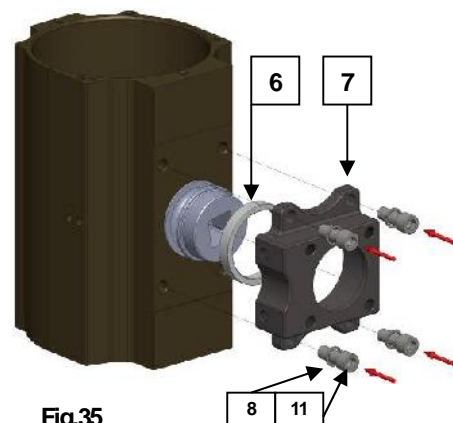

Fig.35
5. Togliere corpo e pignone dall'attrezzatura, appoggiandolo su di un lato delle testate per posizionare la piastra ( 7 ) completa di anello antifrizione ( 6 ), (mantenendo i due fori di regolazione delle viti rivolti dal lato piano NAMUR) successivamente avvitare le viti di fissaggio ( 11 ) complete di rondella ( 8 ) in modo incrociato vedi Fig. 35 e riposizionare il tutto sul supporto;